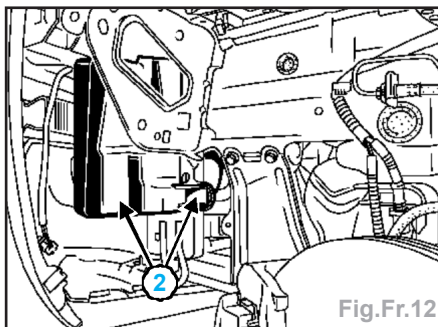

Fig.Fr.12
- les deux résonateurs d'air (**2**) (Fig.Fr.12).